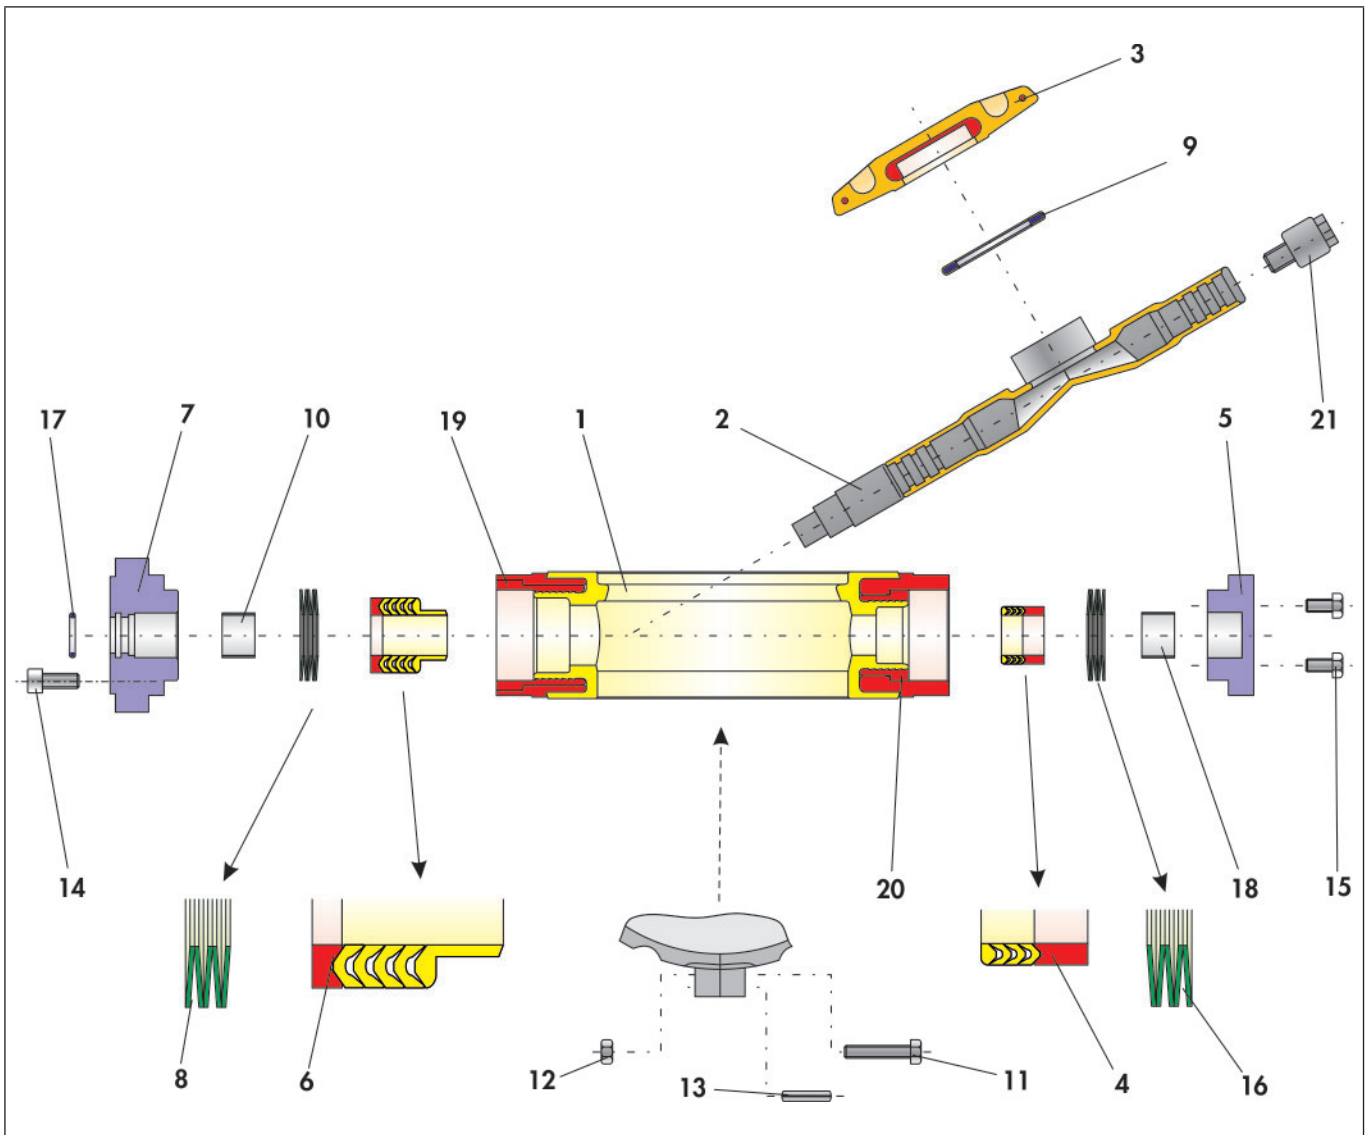

Bild 3-2: Explosionszeichnung der Klappe BR 10a in Standard-Ausführung
- ⇒ Lagerschraube (21) in die montierte Schaltwelle (2) einschrauben und festziehen.
- ⇒ Grundring der Dachmanschettenpackung (6) über das freie Wellenende an die entsprechende Stelle im Klappengehäuse (1) mittels einer Montagehülse schieben.
- ⇒ PTFE-Dachmanschettenpackung (6) über die Schaltwelle in die Gehäusebohrung schieben und mit einer Montagehülse andrücken. Anordnung der Dachmanschettenpackung vgl. Bild 3-2.
- ⇒ Tellerfedersatz (8) über die Schaltwelle schieben und an die entsprechende Stelle auf die Dachmanschettenpackung platzieren. Anordnung der Tellerfedern vgl. Bild 3-2.
- ⇒ Die Lagerbuchse (10) in die Führungsbuchse (7) eindrücken.
- ⇒ O-Ring (17) in die entsprechende Stelle der Führungsbuchse einlegen.
- ⇒ Vormontierte Führungsbuchse sauber auf das Klappengehäuse stecken und mit Schrauben (14) justieren.
- ⇒ Schrauben (14) gleichmäßig und wechselseitig anziehen.
- ⇒ PTFE-Dachmanschettenpackung (4) über die Schaltwelle in die Gehäusebohrung schieben und mit einer Montagehülse andrücken. Anordnung der Dachmanschettenpackung vgl. Bild 3-2.
- ⇒ Tellerfedersatz (16) über die Schaltwelle schieben und an die entsprechende Stelle auf die Dachmanschettenpackung platzieren. Anordnung der Tellerfedern vgl. Bild 3-2.
- ⇒ Lagerbuchse (18) in die Unterbrille (5) eindrücken.
- ⇒ Vormontierte Unterbrille sauber auf das Klappengehäuse stecken und mit Schrauben (15) justieren.
- ⇒ Schrauben (15) gleichmäßig und wechselseitig anziehen.
- ⇒ Quetschdichtelement (9) auf das Gewinde der Schaltwelle (2) für die Klappenscheibe (3) legen.
- ⇒ Klappenscheibe (3) auf die Schaltwelle aufschrauben.